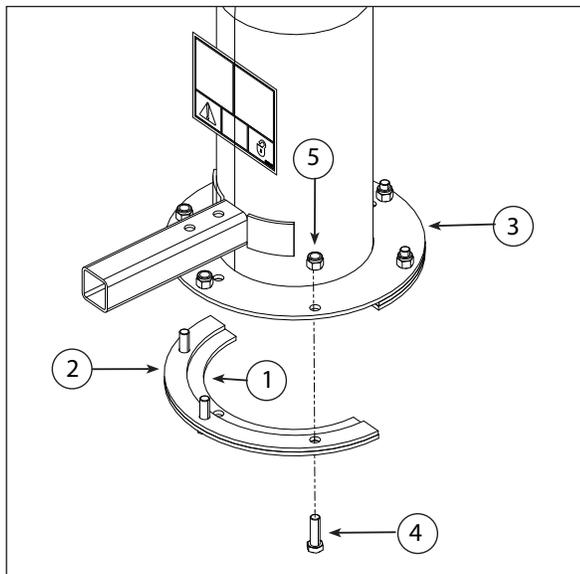

Figure 2.7 – Ensemble de goulotte d'évacuation
1. Fixez un anneau de support(1) et un anneau d'écartement(2) sur la base du tube de décharge(3) à l'aide de trois boulons(4) de 3/8 x 1 1/4 po et d'écrous Nylock(5). Serrez en laissant un écart de 1/16 po pour permettre le montage sur la bride. Voir la Figure 2.7.